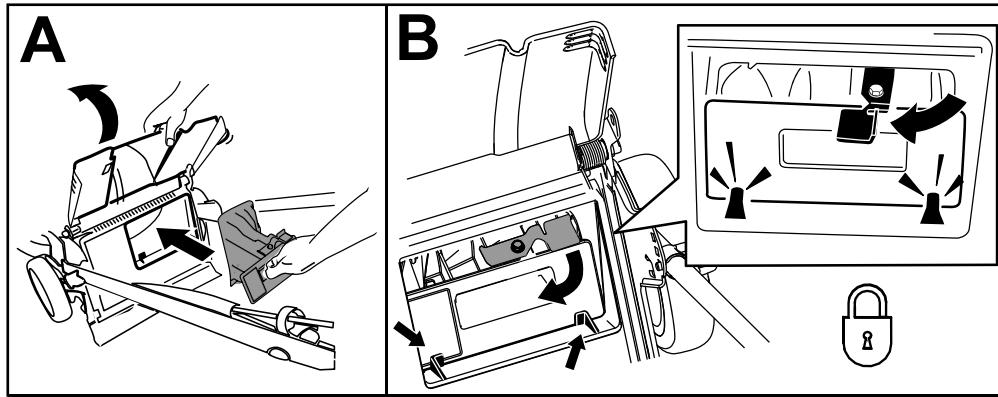

Figure 19
**Important:** Vérifiez que l'obturateur arrière est verrouillé en place. Pour verrouiller l'obturateur, relevez le déflecteur arrière (Figure 19), appuyez fermement sur l'obturateur jusqu'à ce qu'il s'enclenche en position derrière les pattes, et tournez le levier situé sur l'obturateur vers la gauche (Figure 18).